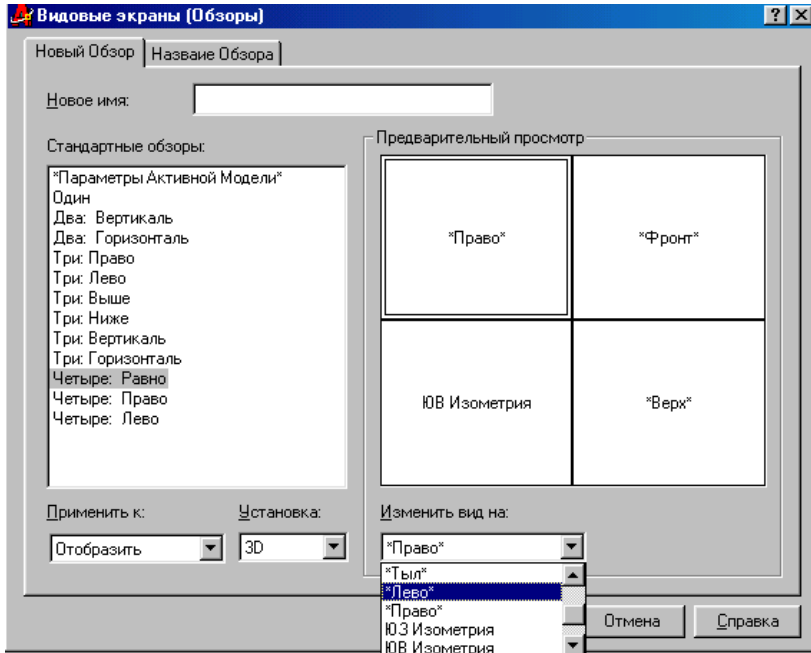

Рис. 2.7. Диалоговое окно установки видовых экранов
- ◆ падающее меню → *Вид (View)* → *Точка вида (New Viewport)* → пункт *Названная точка вида (Viewports)* (рис.2.7)